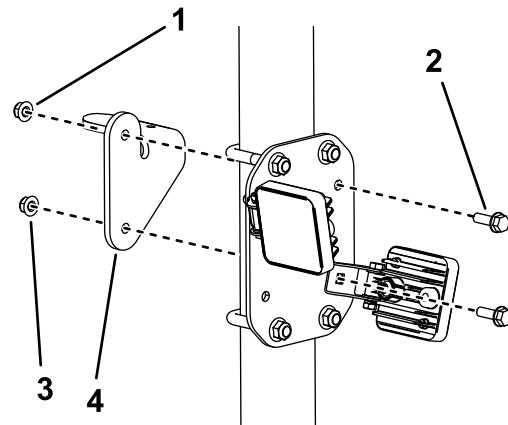

## Bild 1
1. Entfernen Sie die hinteren Muttern und Schrauben von der Halterung der Arbeitsscheinwerfer, wie in Bild 1 dargestellt.